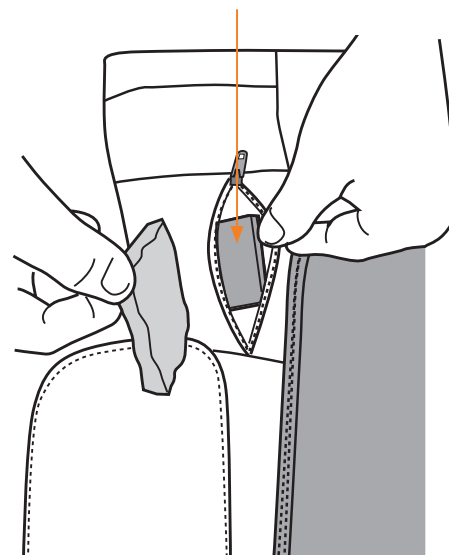

Fig.21
2. Ouvrez la fermeture à glissière et retirez le carré en mousse (Fig.21).